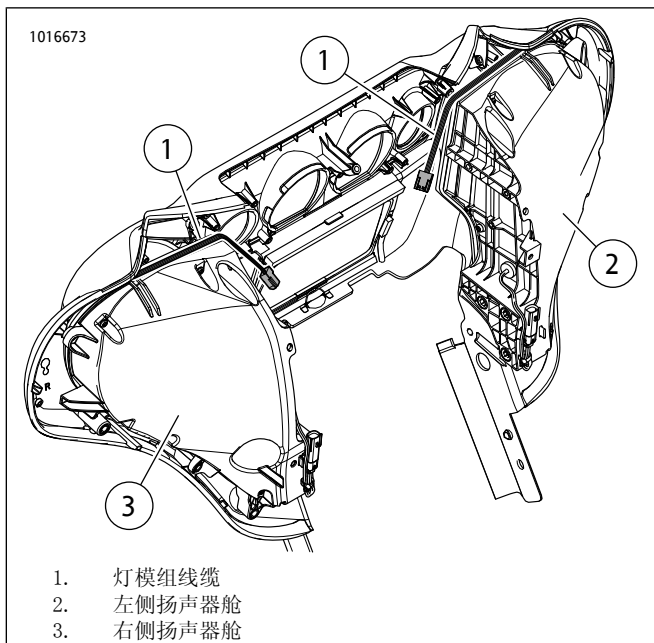

图5。FLH挡风板
8. 参见图 5。按照图示布设灯模组线缆(1)。使用线缆扎带固定线缆。